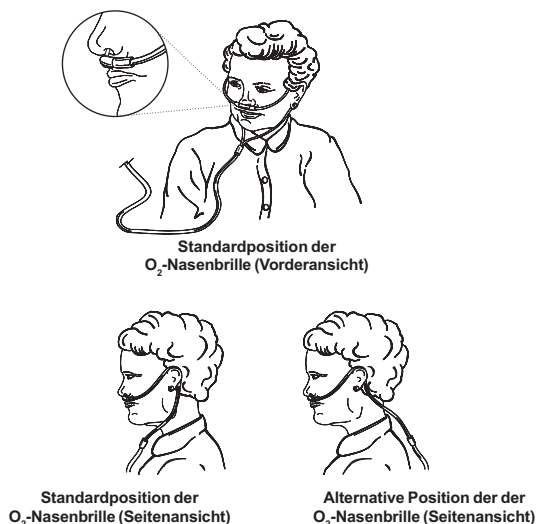

Abbildung 6 - Anbringen der O₂-Nasenbrille
2. Schließen Sie den *Sauerstoffschlauch* der Nasenbrille an den *Sauerstoffauslaß* oder den Befeuchteranschluß (sofern der Befeuchter benutzt wird) an. Richten Sie die Nasenbrille so aus, daß sie bequem auf Ihrem Gesicht sitzt (Abbildung 6).